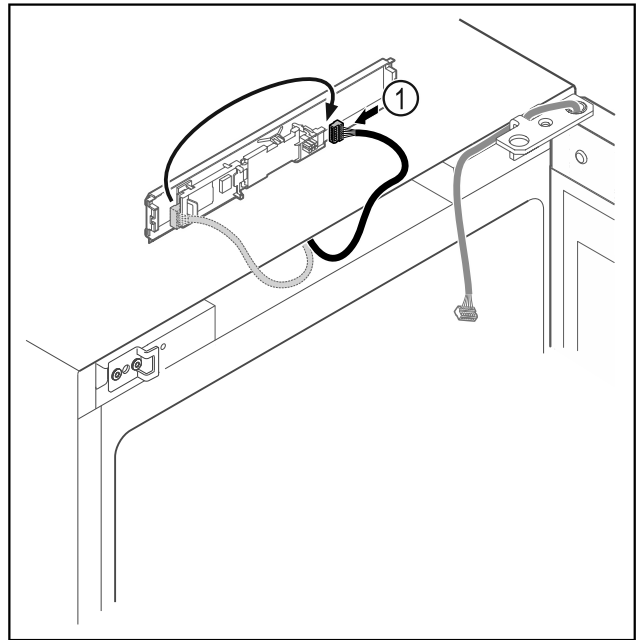

Fig. 21
- ▶ Переставьте штекер Fig. 21 (1) на панели.